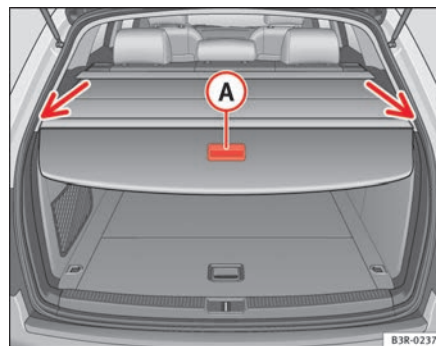

Fig. 120 Portellone posteriore aperto con copertura del vano bagagli chiusa
- Afferrare la maniglia (A) ⇒ fig. 120 e srotolare la copertura del vano bagagli tirandola a sé.
- Agganciare le estremità destra e sinistra della barra negli appositi ancoraggi ricavati nel rivestimento laterale ⇒ fig. 120 -frecce-.